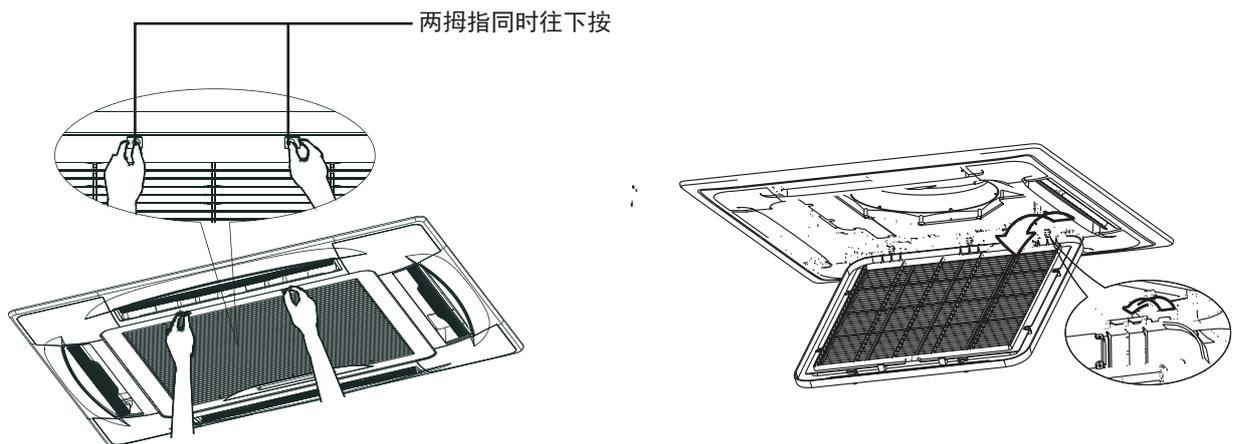

图5.2 四面出风嵌入式（MBQ4-02B1面板）
- ①对于四面出风式（MBQ4-02B1面板），两拇指同时向下按动格栅卡扣，然后向下拉出进风格栅，并拔掉控制盒引线与主体的电气连线接头；将进风格栅向下打开为45度，并向上提起，取下进风格栅（见图5.2）。